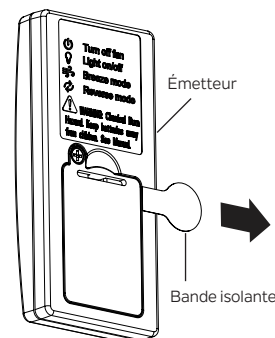

Fig. 5
Étape 2. Retirez soigneusement la bande isolante de l'émetteur pour activer la pile bouton CR2032 de 3 V préinstallée. Jetez la bande isolante. (Fig. 5)